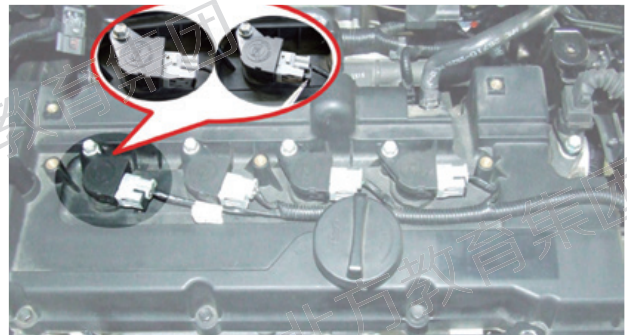

图 3
- (3) 使用一字螺丝刀拆卸点火线圈插头卡扣。如图 3 所示。